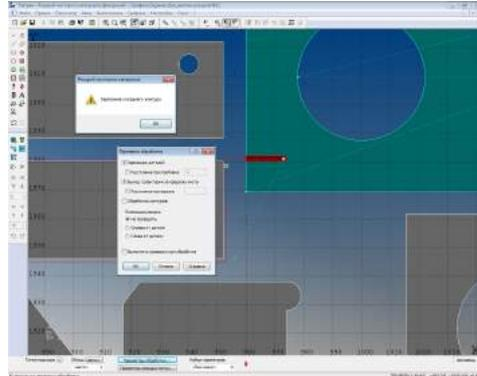

Рис. 5
- Контроль зарезания деталей при обработке (Рис.5)